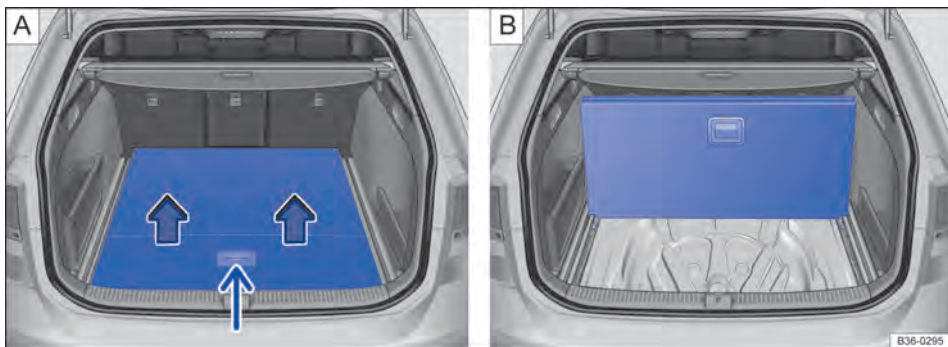

Fig. 144 No compartimento de bagagem: levantar o assoalho do compartimento de bagagem.
- Levantar o assoalho do compartimento de bagagem → Fig. 144 **A** (seta menor) e alinhar, conforme indicado → Fig. 144 **B**.
- Para dobrar o assoalho do compartimento de bagagem, pressionar o assoalho do compartimento de bagagem levantado → Fig. 144 **B** para frente, até que ele fique dobrado.